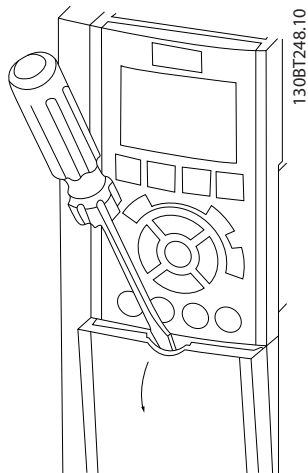
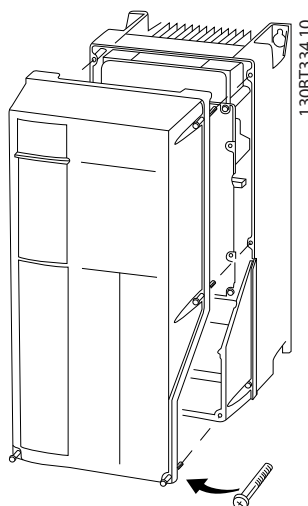

Bild 4.3 Åtkomst till kablar för IP20- och IP21-kapslingar
Bild 4.4 Åtkomst till kablar för IP55- och IP66-kapslingar
- Ta bort skyddet med en skruvmejsel (se Bild 4.3) eller genom att lossa fästskruvarna (se Bild 4.4).